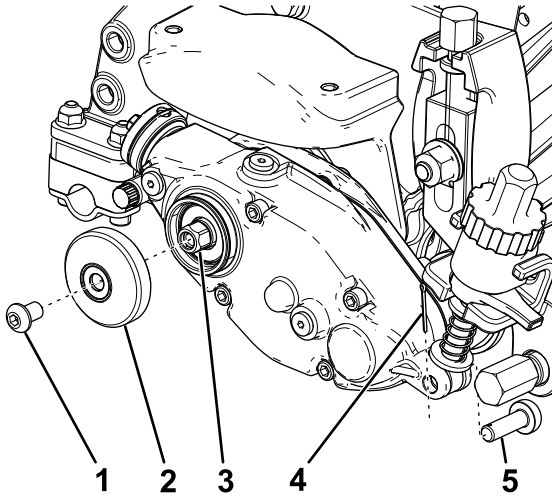

Figure 9
1. Fixez la protection extérieure au boîtier d'entraînement du groomer à l'aide de la vis à tête hexagonale creuse enlevée précédemment (Figure 9).
2. Insérez la goupille de réglage à travers la tige du bras de réglage et le boîtier d'entraînement du groomer, et fixez-le tout à l'aide d'une goupille fendue (Figure 9).